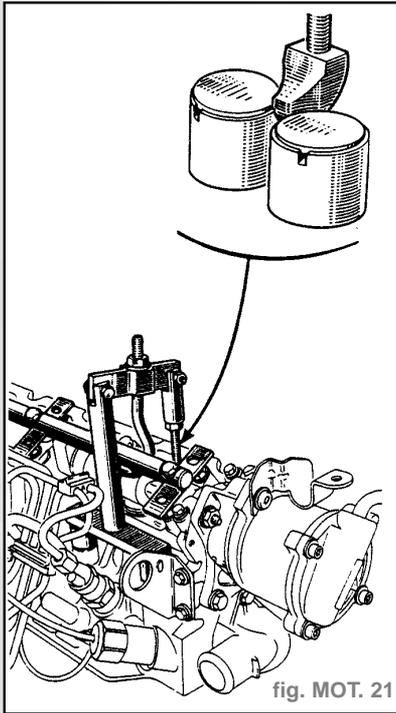

fig. MOT. 21
- Effectuer le réglage, si nécessaire, en remplaçant les pastilles concernées. Utiliser pour cela l'outil **Mot. 992-05** (fig. MOT. 21).